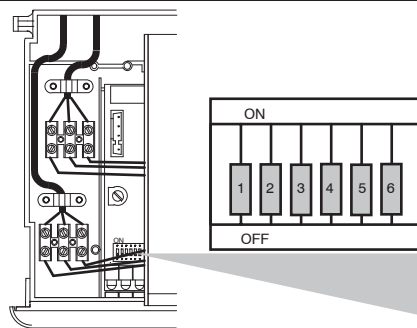

Fig. 8.12
4. Once memorising is completed, disconnect power supply from boiler and return the DIP switches to OFF position (Fig. 8.12).
4. После завершения внесения в память данных отключите подачу электрического питания к котлу и поставьте «впаиваемый в печатную плату пакет миниатюрных переключателей» в положение ВЫКЛ (Fig. 8.12).